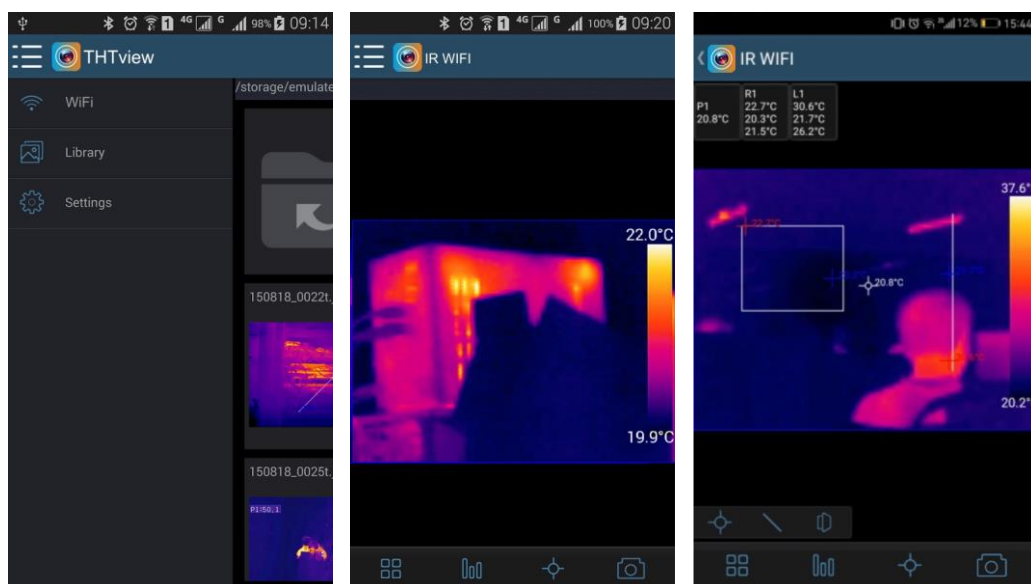

Fig. 41: Visualización de la imagen en tiempo real
5. Toque el icono del menú  y seleccione la opción “WiFi” (ver Fig. 41 – parte izquierda) para activa la visualización en tiempo real en el dispositivo móvil de la imagen presente en el visualizador del instrumento. La pantalla de la Fig. 41 – parte central se muestra en el dispositivo móvil
Inserción objeto “Punto” en la imagen (ver Fig. 41)
Inserción objeto “Línea” en la imagen (ver Fig. 41)
Inserción objeto “Área” en la imagen (ver Fig. 41)